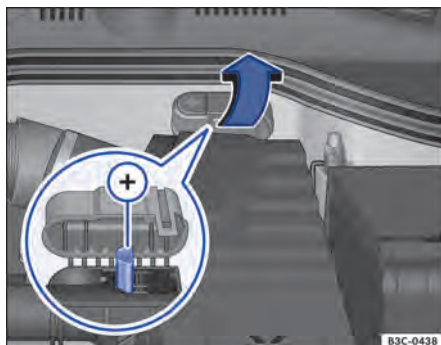

Fig. 280 No compartimento do motor: Ponto para ajuda na partida (+).
- Se necessário, abrir a cobertura da bateria no compartimento do motor ⇒ Página 350 ou dobrar a capa do ponto auxiliar de partida ¹⁾ para o lado no sentido da seta ⇒ Fig. 280.
- Conectar uma extremidade do cabo auxiliar de partida *vermelho* ao polo positivo ⇒ Fig. 281 ⊕ ou ⇒ Fig. 280 ⊕ do veículo com a bateria do veículo descarregada ① ⇒ ▲.
- Conectar a outra extremidade do cabo auxiliar de partida *vermelho* ao polo positivo ⊕ da bateria fornecedora de corrente ②.